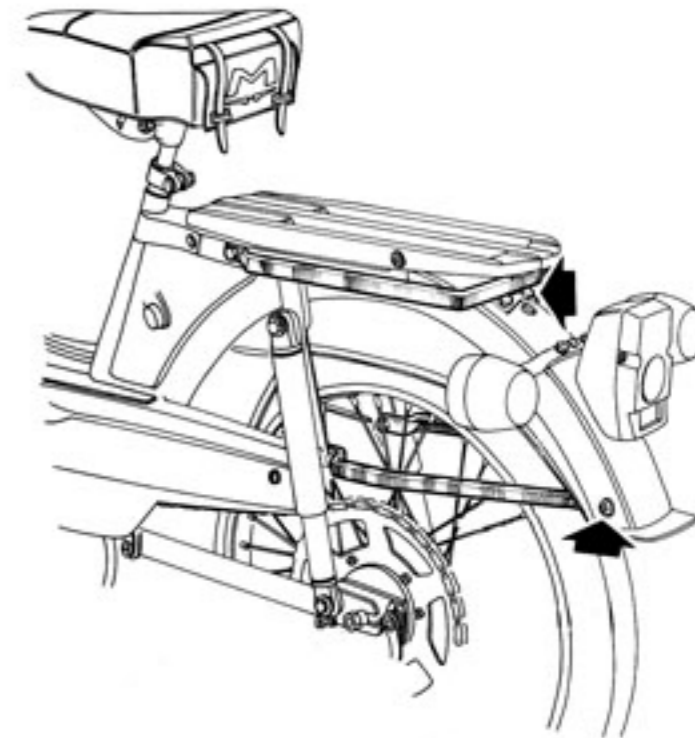

Fig. 4
- Dévisser les boulons de fixation de la plate-forme de porte-bagages sur le garde-boue (clé plate et à pipe de 10 mm, Fig. 4).
- Dévisser les vis (tournevis cruciforme) de fixation arrière sur le garde-boue des supports sacoche inférieurs (Fig. 4).